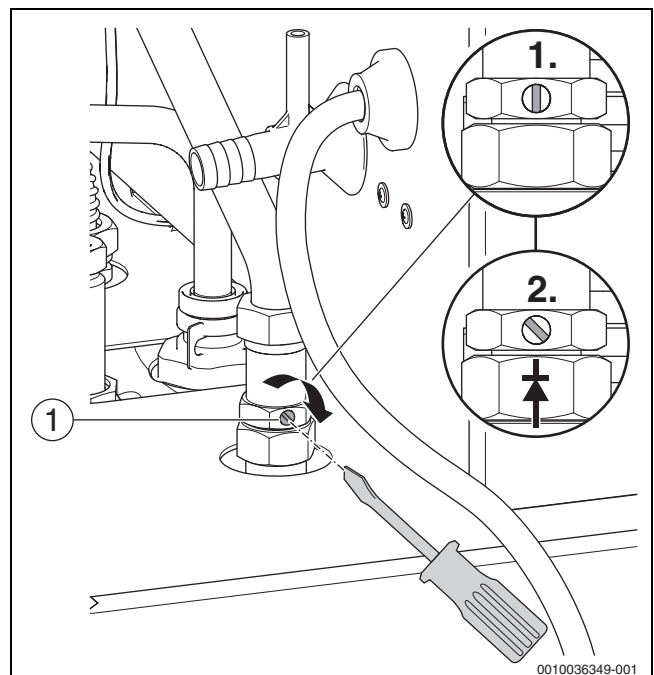

Bild 29 Rückschlagventil manuell öffnen ([1.] = offen; [2.] = geschlossen)
- ▶ Mit einem Schraubendreher die Schraube (→ Bild 29, [1]) in Mittelstellung (senkrecht = offen) bringen [1.].